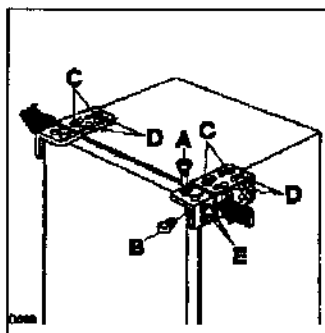

Рис. 1a
Снова завинтить винты (D) (рис. 1a).